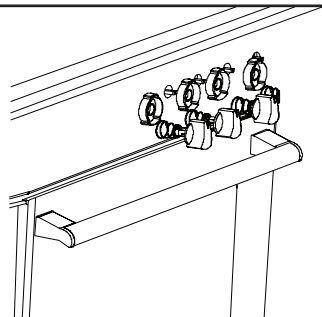

Figure 4
1. Mettez les brûleurs de la cuisinière en position basse et tirez les boutons de commande de la cuisinière sur le panneau de commande (Voir figure 4).